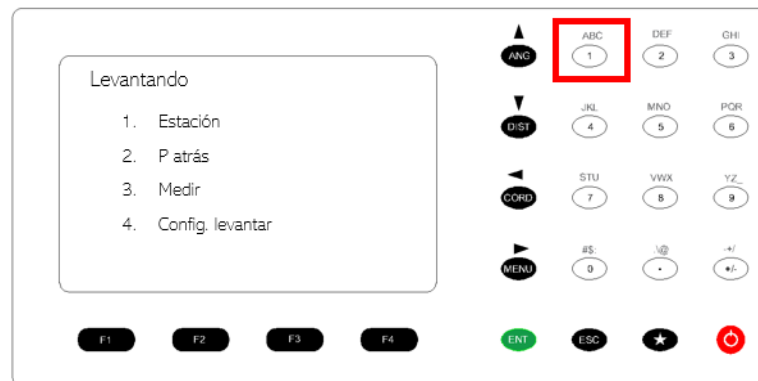

Figura 63. Menú de la estación.
19. Presionar botón 1. Estación para entrar al menú de configuración de la estación. Figura 63.